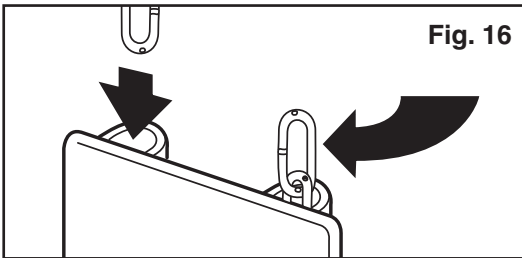

Fig. 16
1. Hold the swing seat vertically and insert uncoated chains through the channels on the bottom of the swing seat. **Note:** A coat hanger may be used to help pull chain through the swing seat. One full link should show at each end of the seat (Fig. 16).
1. Sostenga el asiento del columpio en forma vertical e introduzca cadenas sin recubrimiento a través de los canales de la parte inferior del asiento del columpio. **Nota:** Para ayudar a jalar la cadena a través del asiento del columpio, se puede usar un gancho para ropa. Debe verse un eslabón entero en cada extremo del asiento (Fig. 16).
1. Maintenez le siège de la balançoire à la verticale et insérez les chaînes sans gaine dans les gorges de la partie inférieure du siège. **REMARQUE:** On peut utiliser un cintre pour aider à passer la chaîne par le siège de la balançoire. Un maillon complet devrait être visible à chaque extrémité du siège (fig. 16).